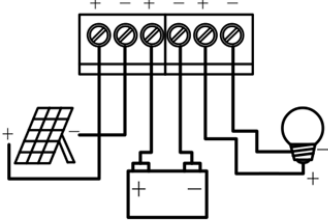

图 2
2. 连接系统部件：如下图 2 先连接蓄电池，控制器会自动识别电池 12V/24V 电池类型，（上电期间面板上红、黄、绿三颗 LED 指示灯同时闪烁 3 秒，之后如果电池为 12V 系统则黄灯长亮，如果检测到电池为 24V 系统则电池黄色指示灯继续闪烁 3 秒。）再连接太阳能光伏板，最后连接负载，完成整个系统连接。